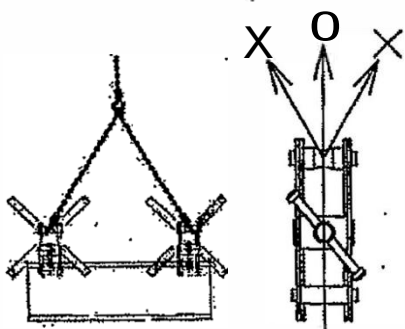

Fig.3
- Ikke løft som vist på Fig.3. Bruke et løfteåk eller lignende.